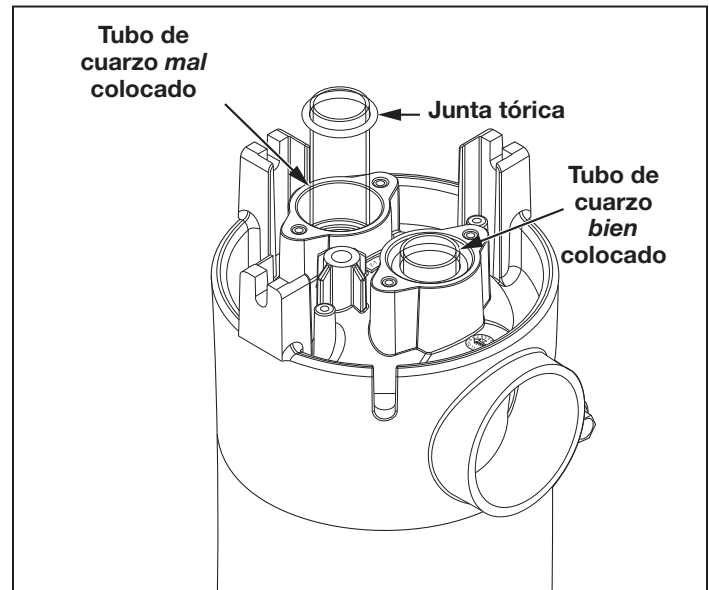

Figura 16. Instalación del tubo de cuarzo UV
1. Sujete el tubo de cuarzo en posición vertical e insértelo en el reactor UV hasta que llegue al fondo. Consulte la Figura 16.
3. Coloque el retenedor de la lámpara sobre el tubo de cuarzo. Conecte el retenedor de la lámpara al reactor UV con la llave hexagonal suministrada en la bolsa de piezas y los tornillos y arandelas correspondientes. Apriete los tornillos del retenedor de la lámpara 15 in-lb (1,7 Nm). Asegúrese de que las bridas del retenedor de la lámpara estén completamente insertadas en el reactor UV. Consulte la Figura 16.